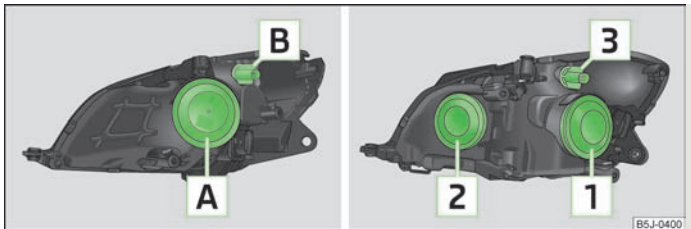

Abb. 143 Glühlampenordnung: Halogen-Scheinwerfer / Halogen-Projektorscheinwerfer
- Die Gummiabdeckung  **A** » Abb. 143 abnehmen.
- › Die Gummiabdeckung  » Abb. 143 abnehmen.
- › Die Fassung  » Abb. 143 bzw. die Fassung  bis zum Anschlag **entgegen** dem Uhrzeigersinn drehen und zusammen mit der Glühlampe für Blinklicht herausnehmen.
- › Die Gummiabdeckung  » Abb. 143 bzw.  abnehmen.